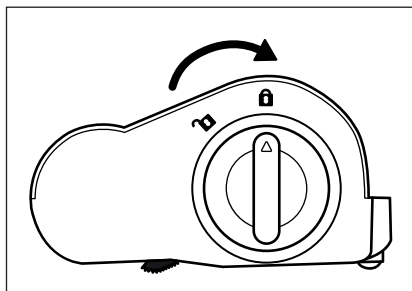

Fig. 29
- 5) Insérez le rouleau de brosse **20** dans la brosse de sol **21** et tournez le dispositif de déverrouillage du rouleau brosse **19** dans le sens du symbole **🔒** (fermer) (voir fig. 29).